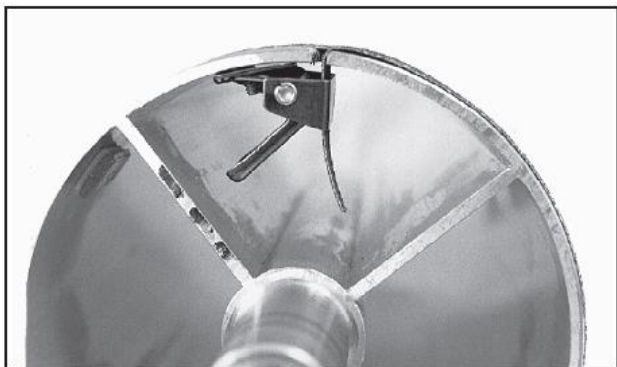

Рис. 16D Вставьте конический конец в наружный паз.
1. Отметьте и вырежьте конусность на одном конце рулона, как показано на рис. 16а. Поскольку конический конец должен занимать большую часть ширины левого (внешнего) паза, его конец должен быть обрезан (рис. 16В и 16С). Поднимите рычаг зажима с левой (внешней) стороны барабана (рис. 16D). Вставьте заостренный конец через прорезь в крепежную деталь так, чтобы он занимал большую часть ширины прорези. Отпустите рычаг зажима, чтобы надежно удерживать конец ленты в застёжке.